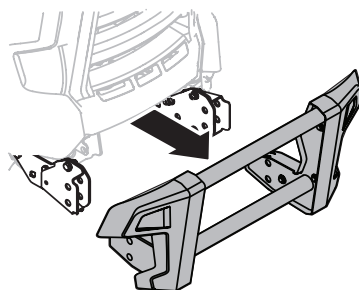

Figure 58
- Retirez le grillage de protection (Figure 58).